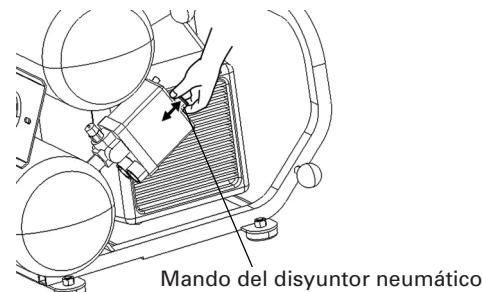
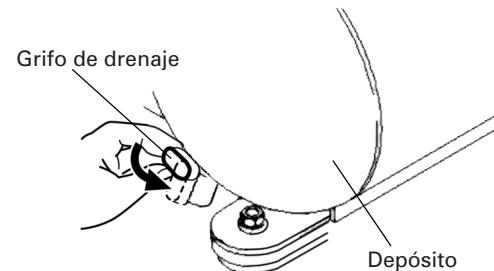
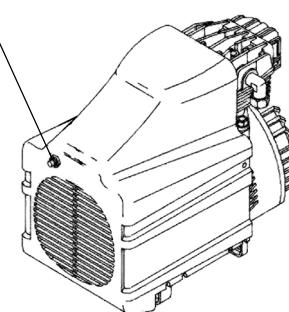

Fig. 2
Fig. 7
Fig.8
Cerciórese de que el mando del disyuntor neumático esté en la posición "OFF". Si inserta el enchufe a un tomacorriente con el mando en la posición "ON" (Fig. 2), el compresor comienza inmediatamente a funcionar y podría causar lesiones serias.
Inserte el enchufe en un receptáculo y ponga en funcionamiento el compresor girando el mando del disyuntor neumático hasta "ON" (Consulte la Fig. 2).
- (1) Gire el mando del disyuntor neumático hasta la posición "OFF" (Consulte la Fig. 1 y la Fig. 2).
- (2) Desconecte el enchufe del tomacorriente.
- (3) Abra el grifo de drenaje situado en la parte inferior del depósito (Fig. 7).
- (1) Presione la perilla del interruptor de presión para ponerla en "OFF" y desenchufe la clavija del tomacorriente (Fig. 2).
- (2) Si el cable de extensión no cumple con las especificaciones indicadas en la página 29, cámbiala por la indicada en esta página 29. Si la capacidad de la fuente de alimentación es insuficiente, aumentela para eliminar la causa de la circulación de corriente excesiva (sobrecorriente).
- (3) Espere aproximadamente 5 minutos, y luego presione el interruptor de reposición del protector térmico (Fig. 8).
- (4) Efectúe el arranque. Si el motor sigue parándose durante la operación, póngase en contacto con el servicio técnico.
Drene el depósito diariamente, o después de 4 horas de utilización. Abra el grifo de drenaje e incline el compresor para vaciar el agua acumulada (Consulte la Fig. 7).